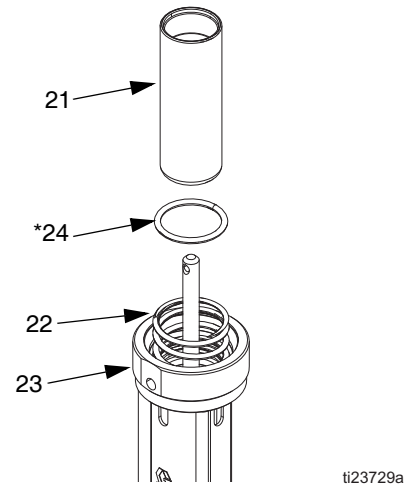

FIG. 15
- Skjut luftkolven (21) ut ur luftmotorbasens överände (23). Avlägsna o-ring (24\*) från luftmotorbasen. Inspektera alla delar, inklusive fjädern i luftmotorbasen (22) efter skador. Se FIG. 15.